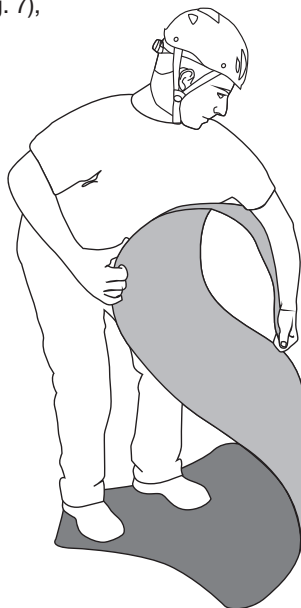

Fig.7
- Togliere il telo **“ROLLY”** dalla sacca di trasporto (O) e rimuovere la fettuccia con cricchetto (N),
- distendere il piano d'appoggio (A) e renderlo piatto riavvolgendo al contrario le estremità e piegando la parte centrale (fig. 7),